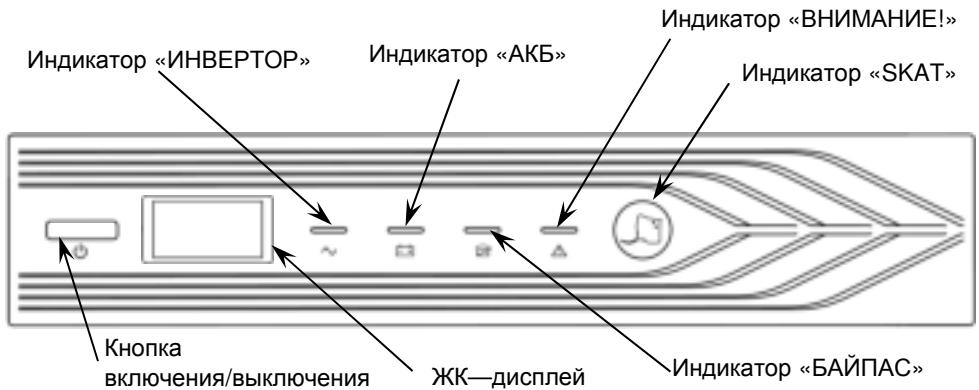

Рисунок 1 — Общий вид передней панели изделия.
**Изделие выполнено** в металлическом корпусе с перфорированной пластиковой передней панелью, на которой расположены кнопка включения/выключения, ЖК-дисплей и светодиодные индикаторы (см. рисунок 1 и приложение 4).